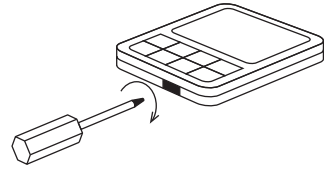

Рис. 2.
2. Как показано на рис. 2, используйте отвертку с плоской головкой, чтобы слегка поддеть нижний паз проводного контроллера (слишком большое усилие может повредить печатную плату), подденьте с вращением, чтобы открыть заднюю крышку.